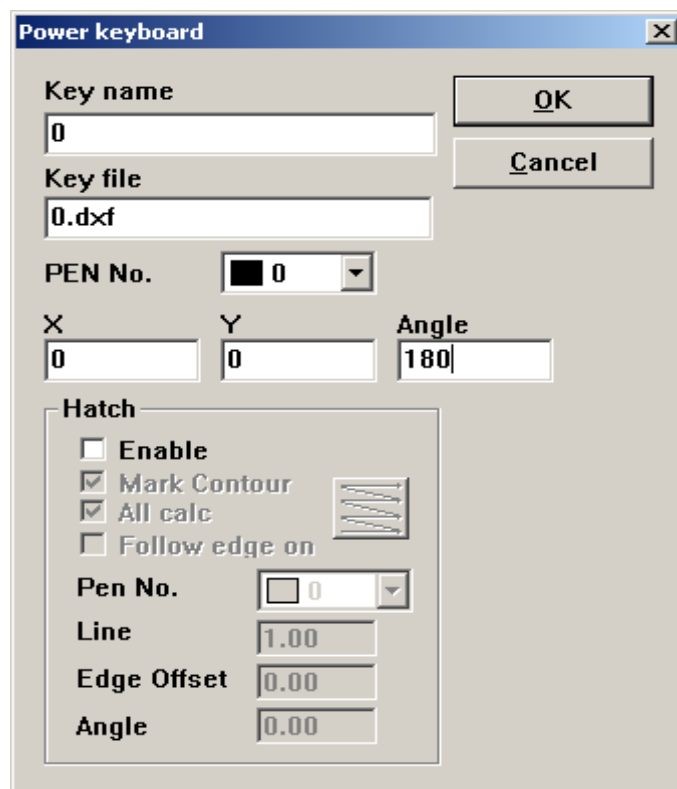

Рис. 8-21.
3) Нажмите «Add» (добавить), появится окно диалога, показанное на Рис. 8-21: